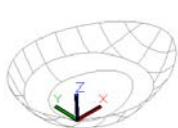

图 11.128 圆角处理
(12) 单击【修改】面板中的【圆角】命令 , 输入 R, 设置圆角半径为 3, 对勺子底面进行圆角处理, 如图 11.128 所示。